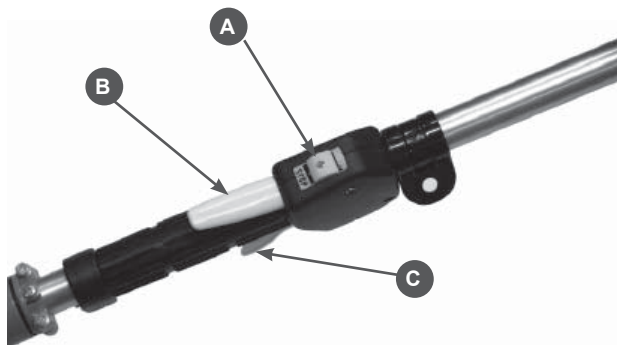

Рис.7
1. Установите выключатель (А) в положение «I» (сдвиньте вперед до упора) Рис.7
4. Нажмите на стопорный рычаг (В) и курок газа (С) Рис.7.
2. Нажмите на стопорный рычаг (В) и курок газа (С) Рис.7 и, удерживая рычаги в нажатом состоянии, потяните за рукоятку стартера, пока не почувствуете сопротивление. Затем произведите резкий рывок 1-2 раза. Двигатель должен запуститься.
При аварийной ситуации необходимо немедленно выключить двигатель. Для этого переведите выключатель (А) в положение «Стоп» Рис.7